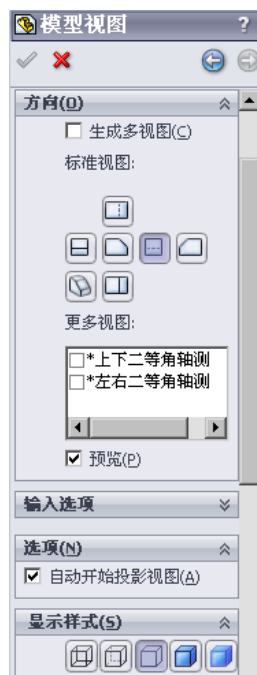
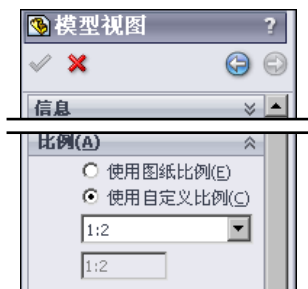

图 6.3.3 “视图数”区域
图 6.3.4 “比例”区域
Step3. 定义视图参数。在“模型视图”对话框的“方向(D)”区域中单击“”按钮，再选中“预览(P)”复选框，预览要生成的视图，选择视图数，“视图数”区域如图 6.3.3 所示；在“比例(A)”区域中选中“使用自定义比例(C)”单选项，在其下方的列表框中选择 1:2，“比例”区域如图 6.3.4 所示。